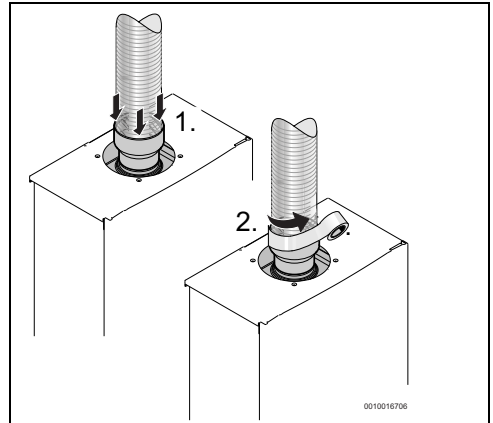

Fig. 19
- Isolation avec isolant approprié (fig. 19)